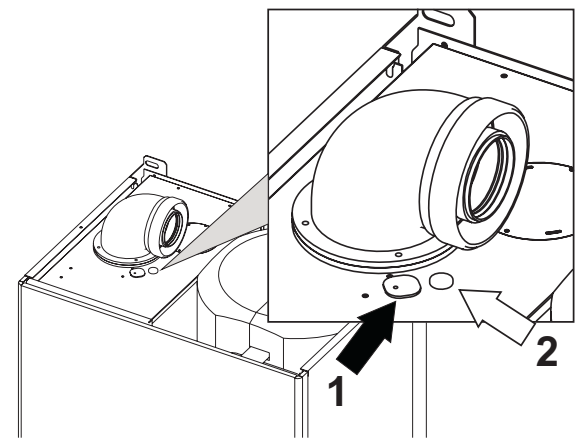

fig. 29 - Análisis de la combustión
En la parte superior de la caldera hay dos puntos de toma, uno de humos (ref. 1 fig. 29) y otro de aire (ref. 2 fig. 29). Para efectuar las tomas, proceder del siguiente modo: